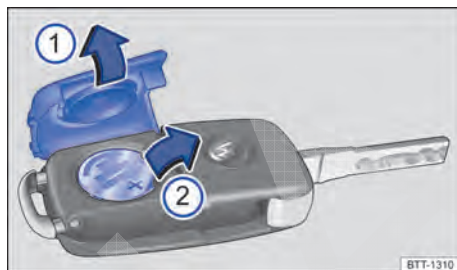

Fig. 47 Chave do veículo com comando remoto: ① Abrir a tampa do alojamento da bateria. ② Remover a bateria.
A bateria encontra-se no lado posterior da chave do veículo com comando remoto, sob uma cobertura → Fig. 47.
- Retirar a cobertura no lado posterior da chave → Fig. 47 ① no sentido da seta → ⚠.
- Remover a bateria do alojamento da bateria com uma ferramenta adequada ②.
- Posicionar a nova bateria conforme indicado ② e pressionar no sentido contrário ao da seta para dentro do alojamento da bateria → ⚠.
- Posicionar a cobertura conforme indicado ① e pressionar no sentido contrário ao da seta sobre a carcaça da chave do veículo até encaixar.